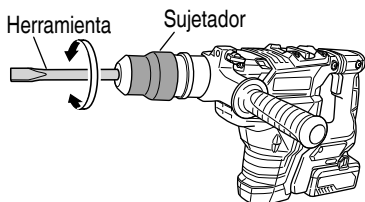

Fig. 18
- (b) Gire el agarre o la herramienta como se ilustra en la Fig. 18 y fije la herramienta en la dirección de funcionamiento deseada.